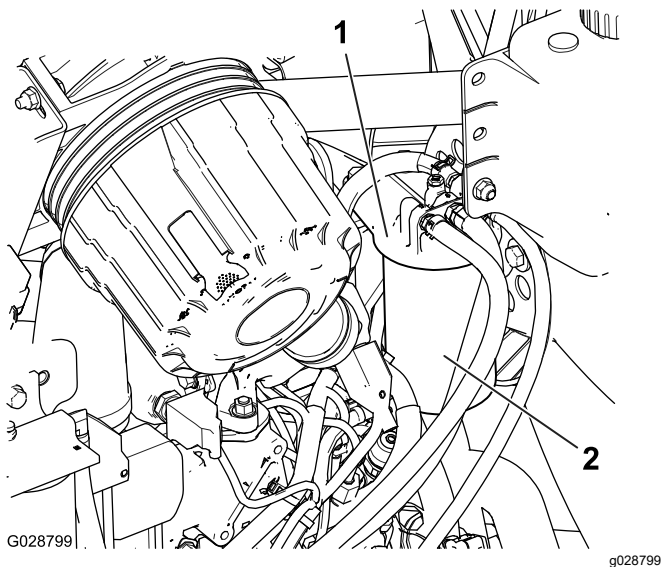

図 57
1. 燃料フィルタのヘッドの周囲をきれいに拭く図 57。
2. フィルタを外してフィルタヘッドの取り付け部をきれいに拭く図 57。